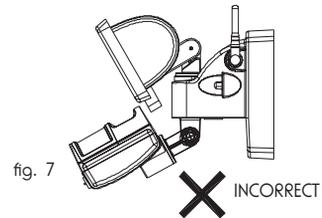

fig. 7
- Ne pas positionner la lampe halogène et le détecteur IR selon des angles tels que le faisceau lumineux du projecteur et le champ d'action du IR se croisent. La chaleur de la lampe empêcherait le bon fonctionnement du détecteur IR (fig.7).